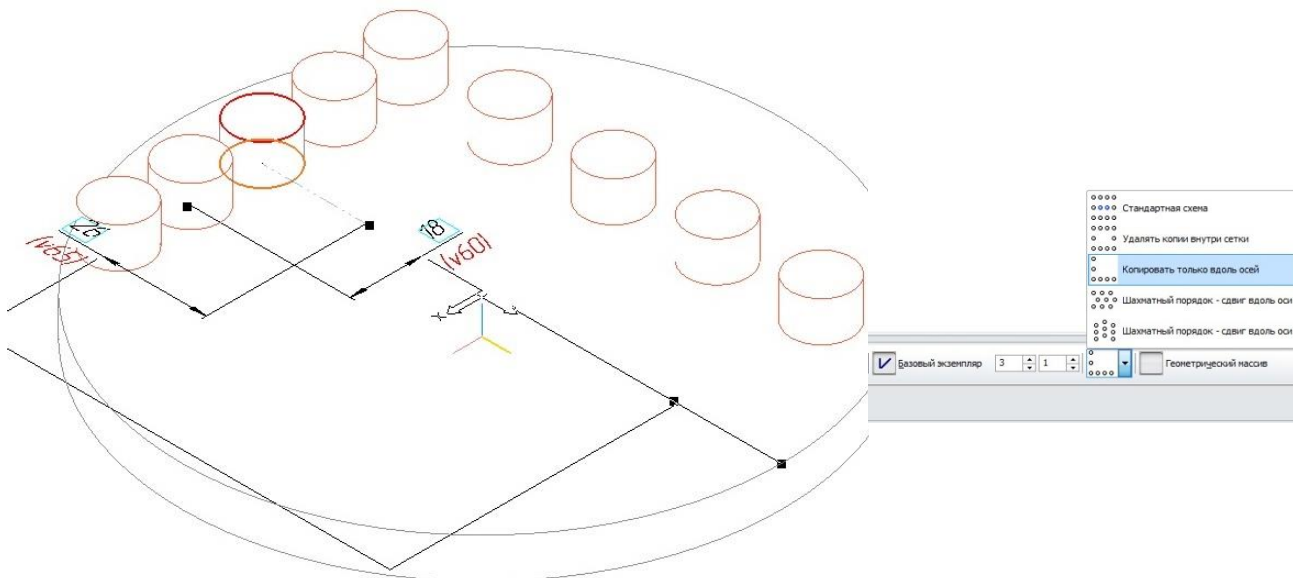

Рисунок 12 – Пример
- копировать только вдоль осей (рисунок 12);